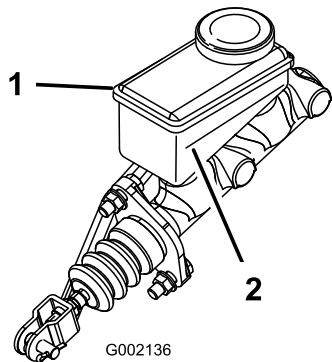

图 52
3. 观察油箱侧面的油位线图 52。
- B. 向油箱添加 DOT 3 刹车油直至液位到达最低标志线上方图 52。